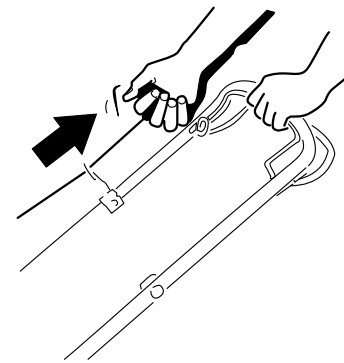

Figure 18
2. Tirez légèrement la poignée du lanceur (Figure 18) jusqu'à ce que vous sentiez une résistance, puis tirez vigoureusement et laissez le lanceur